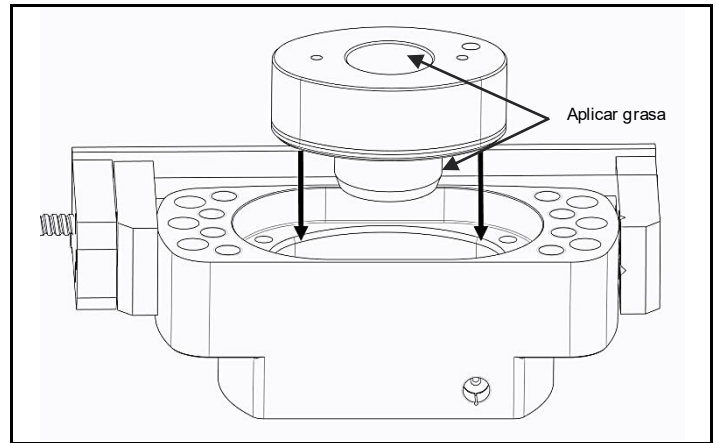

Fig. 4.9 Engrasar e instalar el pistón
- Al deslizar el pistón en el cuerpo procure no dañar las superficies internas. (Fig. 4.9)